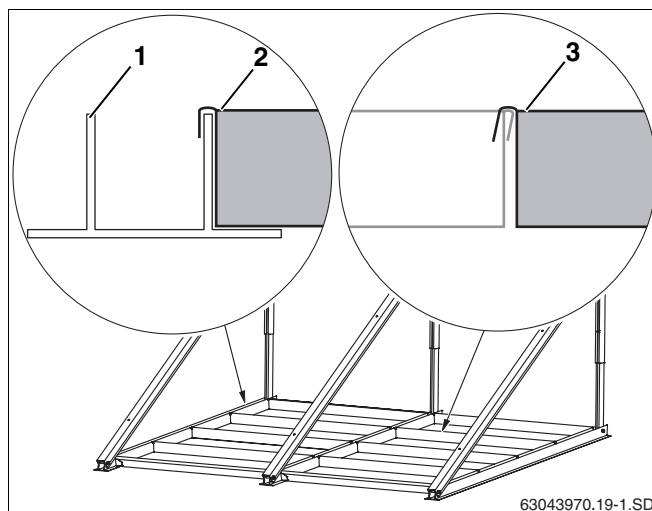

Fig. 27 4 vasche per contrappeso per ogni collettore
- Inserire le vasche per contrappeso (fig. 27, **pos. 2**) nei profili inferiori (fig. 27, **pos. 1**) e gli uni negli altri (fig. 27, **pos. 3**).